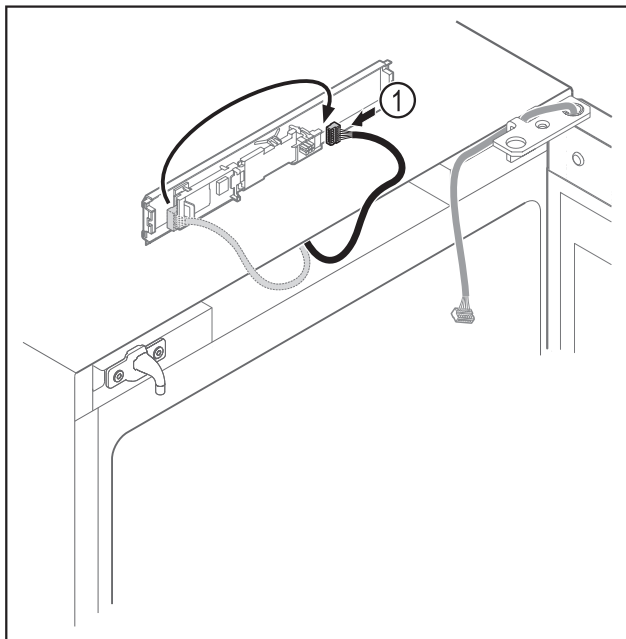

Fig. 19
- ▶ Stecker Fig. 19 (1) auf Platine umstecken.